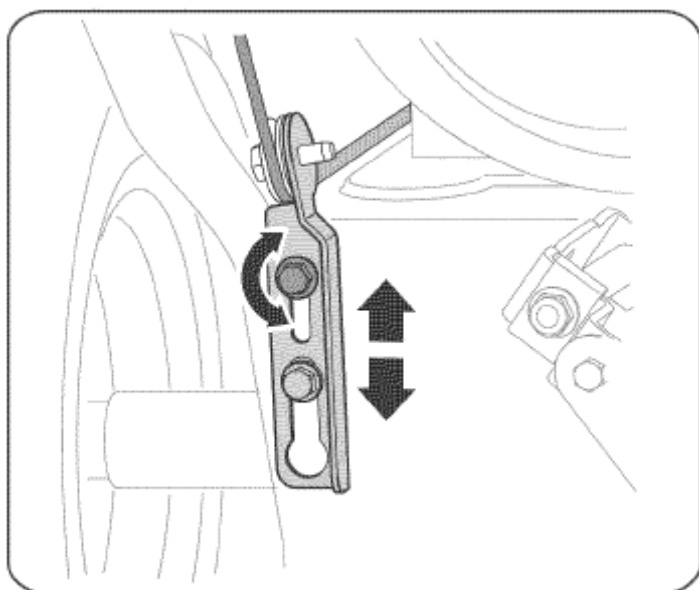

Рисунок 9
1. Когда рычаг управления шнеками опущен и находится в верхнем положении (UP), трос должен слегка провисать, он НЕ ДОЛЖЕН быть сильно натянут.
4. Оставьте шнек включенным приблизительно на десять (10) секунд, потом опустите рычаг управления шнеком. Повторите это несколько раз.
5. Приведя рукоятку управления шнеком в верхнее (UP) положение и тем самым отключив шнек, перейдите к головной части машины.
7. Для регулирования положения троса управления ослабьте верхний шестигранный болт на кронштейне, придерживающем трос шнека (см. рис. 9).